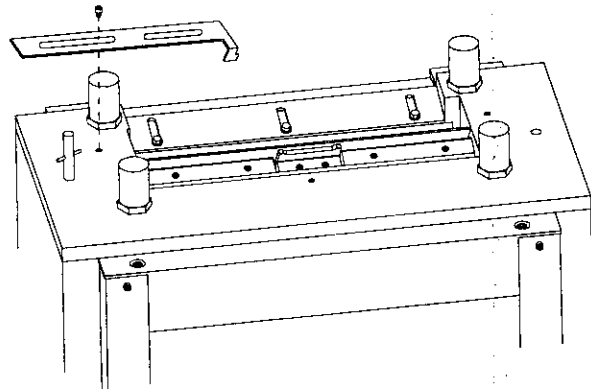

Figura 7 - Instalación de las Hojas Cortadoras y del Medidor de Ajuste de la Cuchilla
El medidor de ajuste de la cuchilla (vea la Figura 7) se usa cuando se montan las hojas moldeadoras de tres piezas en el portacuchilla de la cepilladora/moldeadora. El medidor alinea las hojas en el portacuchilla de modo que las tres corten la pieza de trabajo en la misma posición, ofreciendo cortes precisos y un mejor acabado de la superficie.
- Use el perno de cabeza hueca de 6 mm (Figura 15, Clave No. 5) que se usó para montar la cubierta de la cuchilla, monte el medidor del ajuste de la cuchilla en la parte superior de la cepilladora/moldeadora tal como se muestra en la Figura 7.